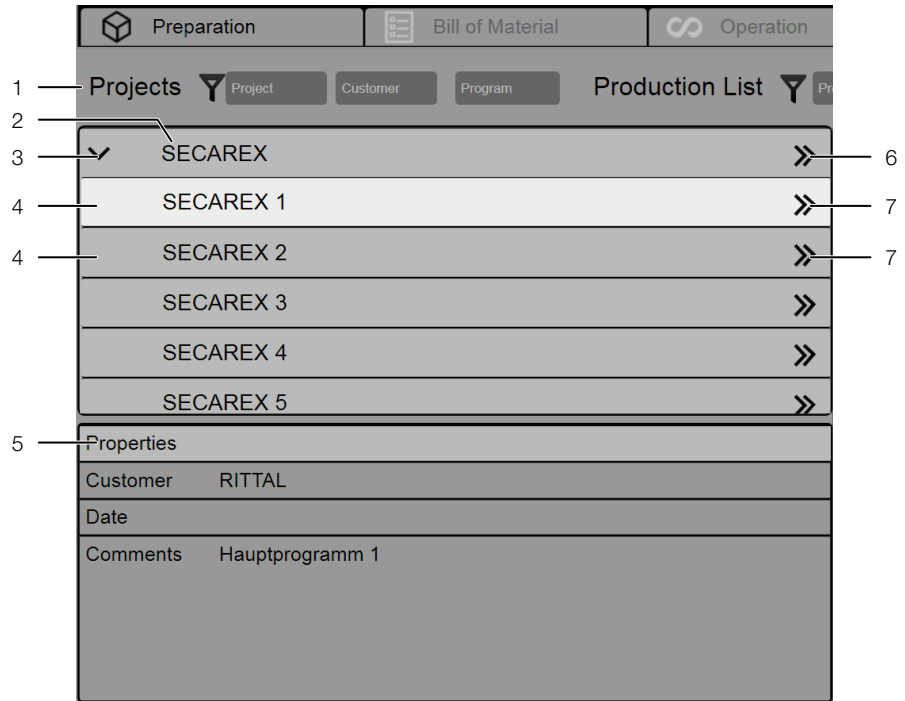

图 8: “准备”选项卡 - 项目
- 请点击项目名称之后的按键“>>”（图 8，位置 6）。
- 请点击项目名称前的按键“>”（图 8，位置 3）。
- 请点击所需主程序名称之后的按键“>>”（图 8，位置 7）。
每次点击按键“>>”都会（重新）添加生产列表的工件（图 8，位置 7）。由此可以将多个主程序的工件汇总添加到生产列表中。